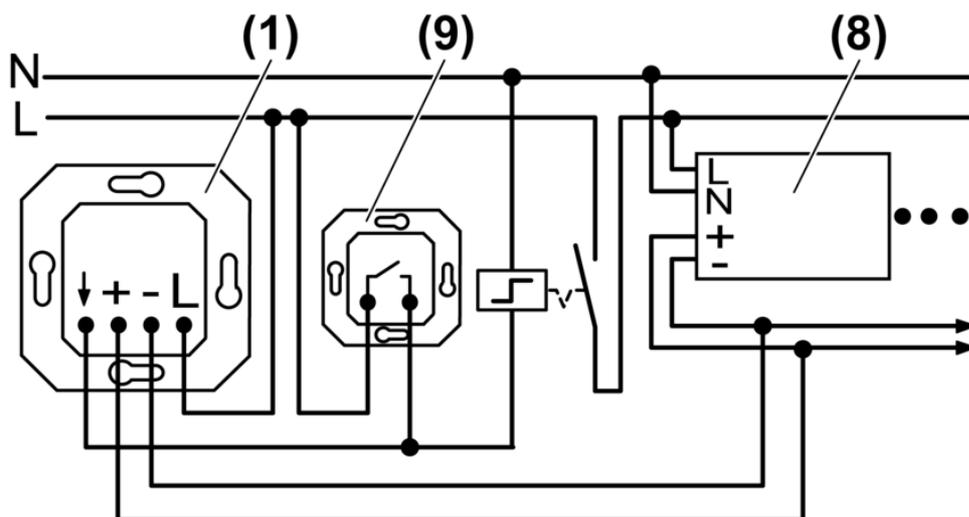

Figura 5: Schema di collegamento del potenziometro con funzione di sensore e regolatore esterno
- Impostazione della luminosità base (figura 5).